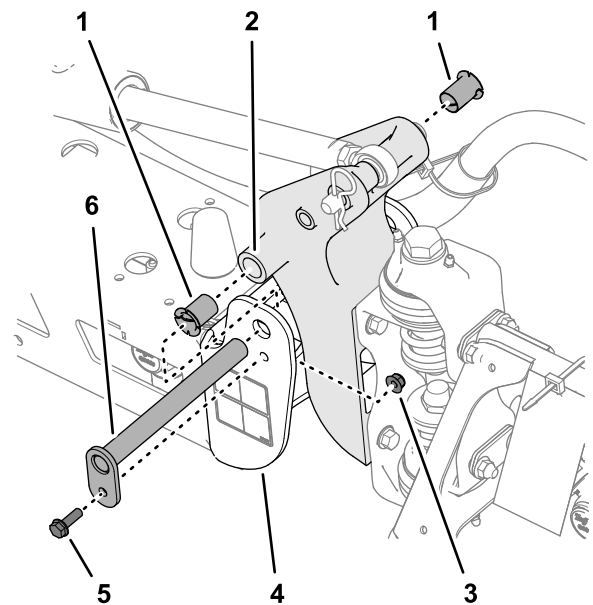

Figura 108
3. Retire el perno y la tuerca que sujetan el pasador de giro, y retire el pasador (Figura 108).
5. Retire y revise los casquillos de nylon desde delante y desde detrás de la placa de giro (Figura 108).
6. Lubrique los casquillos de nylon con una pequeña cantidad de aceite e instale los casquillos en la placa de giro (Figura 108).
7. Alinee los orificios de la placa de giro con los orificios del perfil de extremo (Figura 108).